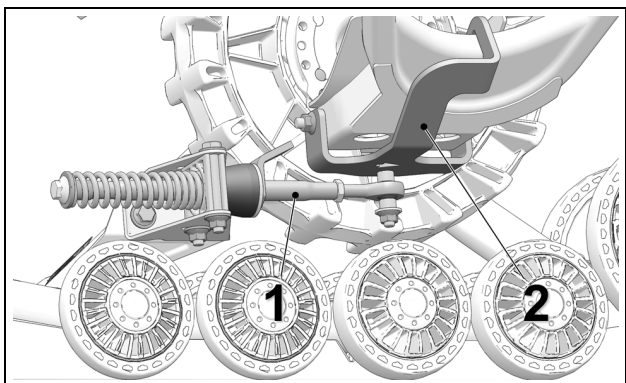

Figure 14
- Le bras stabilisateur (1) doit être fixé à l'ancrage arrière (2) installé au véhicule. Figure 14.
*NOTE: L'ancrage arrière (2) installé sur le véhicule peut différer de celui montré dans l'illustration.*